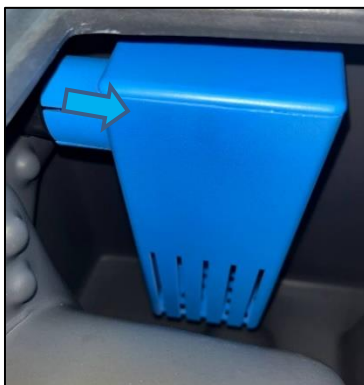

Fig. 3
4. Retirez la cage à débris (Fig. 3), videz-la et lavez-la si nécessaire.